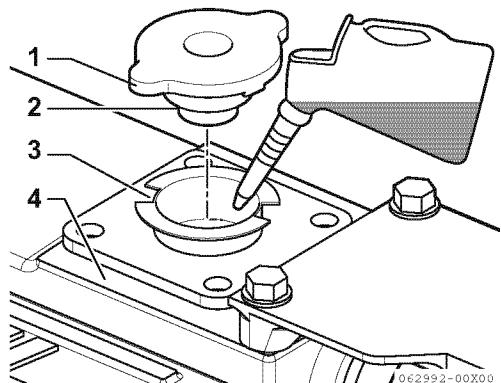

Figure 11
- Versez lentement le liquide de refroidissement dans le réservoir (**Figure 11, (4)**) pour éviter les bulles d'air. Remplissez jusqu'à ce que le liquide de refroidissement déborde du port de remplissage.
- Alignez les languettes du bouchon de remplissage (**Figure 11, (1)**) avec les encoches du port de remplissage (**Figure 11, (3)**) et serrez fermement le bouchon de remplissage (**Figure 11, (2)**).